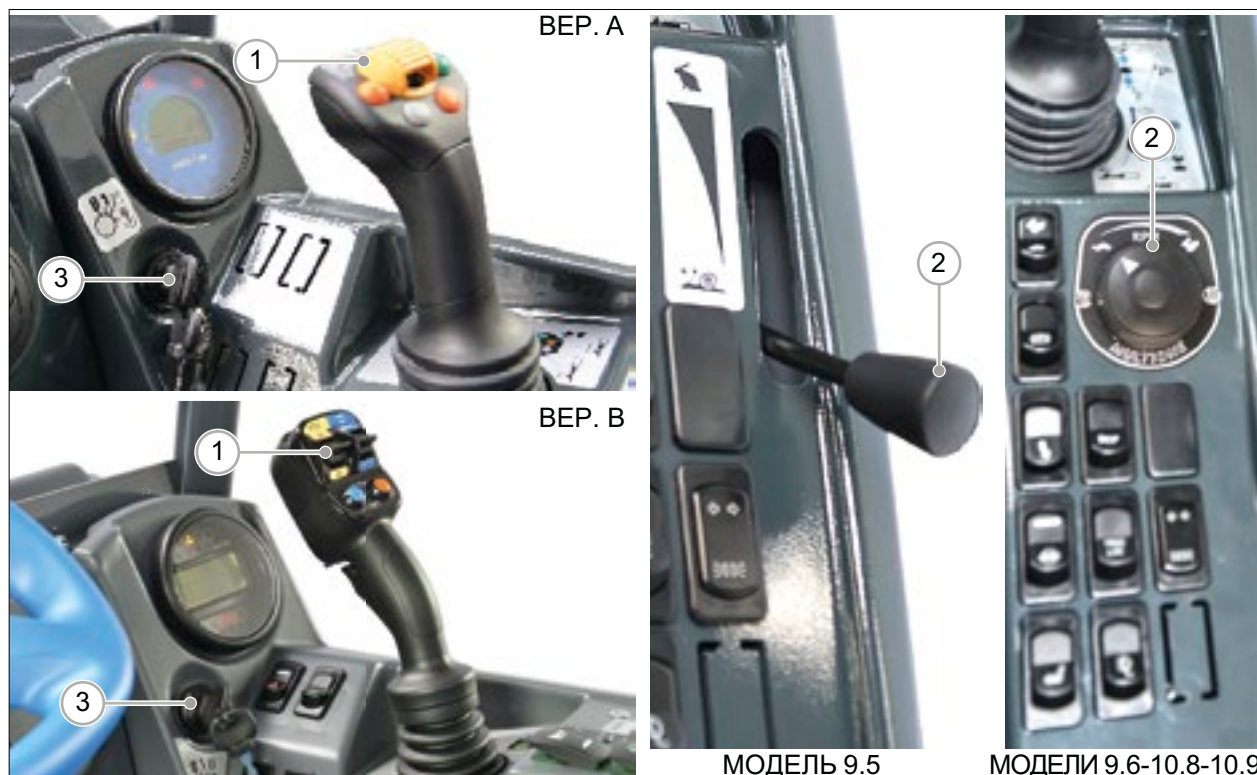

РИС. 27
- 1) Установите желтый селекторный переключатель (РИС. 27 - Сс. 1) в Поз. "Центр". Если не установить переключатель в эту позицию, машина не заведется.
- 2) Установите дроссель (РИС. 27 - Сс. 2) на минимум: Поз. "Черепаша".
- 3) Поверните ключ (РИС. 27 - Сс. 3) в Поз. "2"  для активации свечи накаливания и держите не менее 5 секунд.
- 4) Поверните ключ (РИС. 27 - Сс. 3) в Поз. "3"  и держите 2 секунды, если двигатель не запускается, отпустите ключ и начните с шага 1).